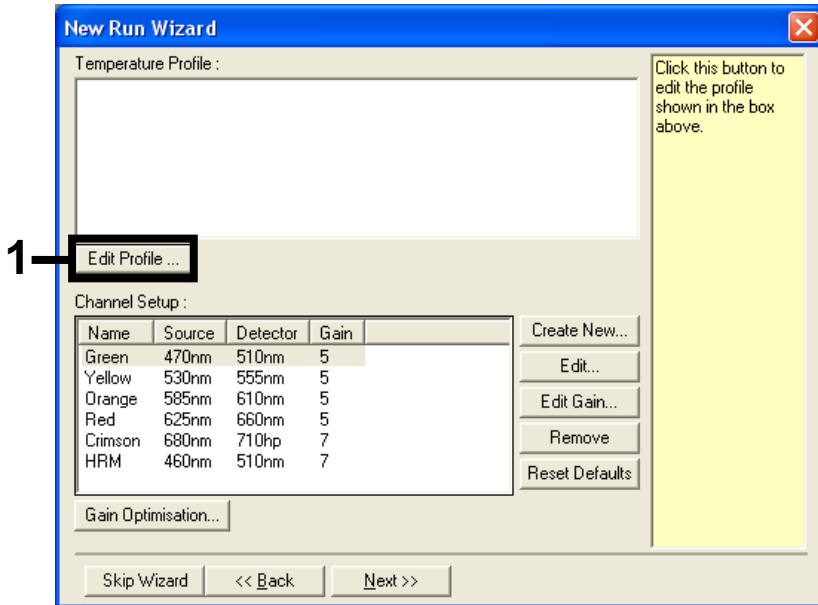

Figura 23. Edição do perfil.
5. Clique em Edit Profile (Editar perfil) na janela "New Run Wizard" (Assistente de nova execução) (Figura 23) e programe o perfil de temperatura de acordo com as informações nos passos seguintes.